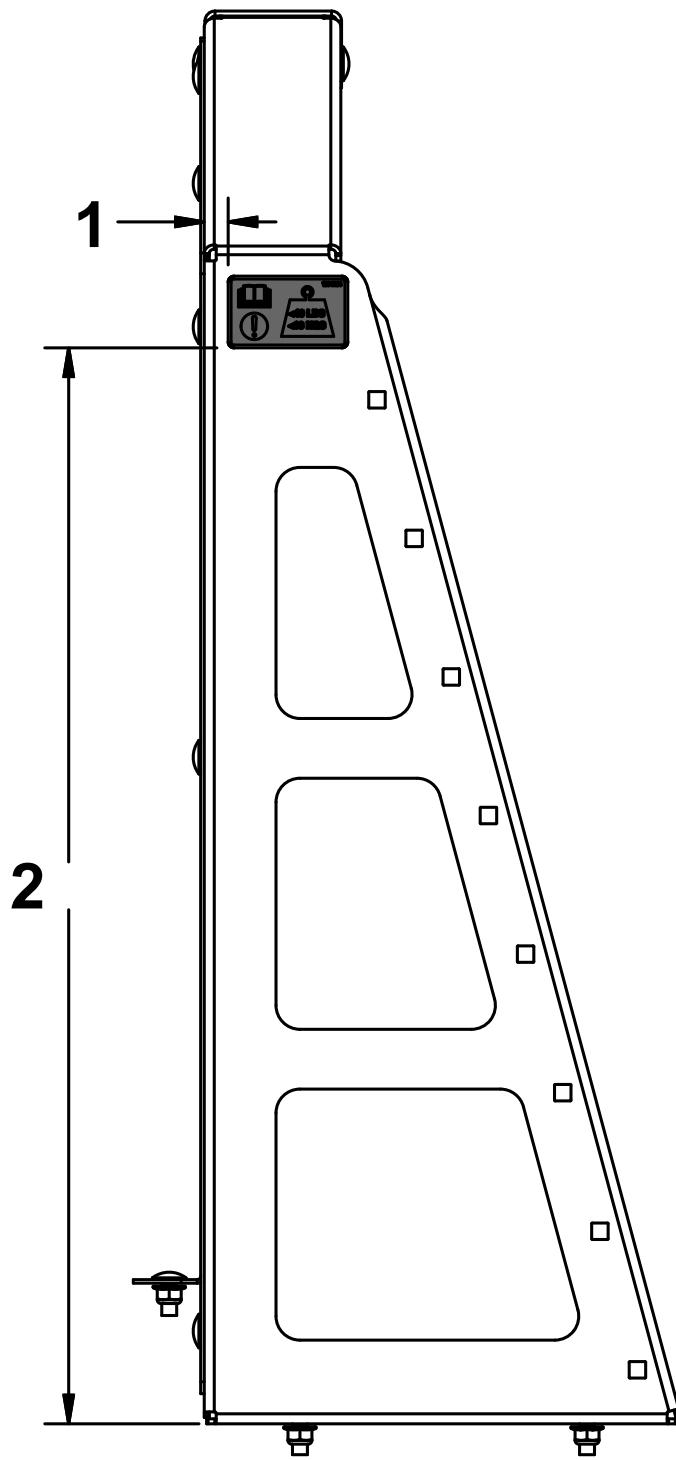

Figura 7
10. Limpe a superfície e coloque um autocolante de limite de carga na prateleira do lado esquerdo e na do lado direito utilizando as dimensões aproximadas mostradas na Figura 7.